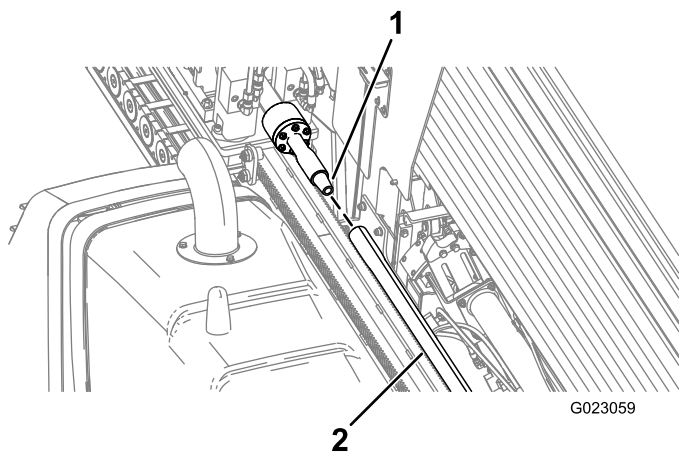

Рисунок 80
9. Поверните буровой шпиндель по часовой стрелке и медленно переместите каретку вперед, чтобы вставить шпиндель в конец трубы с внутренней резьбой (Рисунок 80).